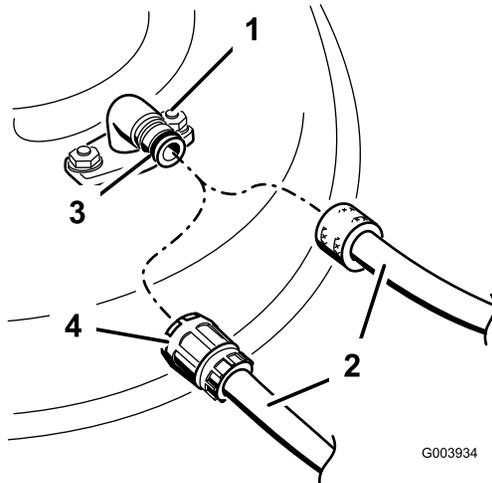

Figure 69
3. Branchez le raccord du tuyau au raccord de lavage du plateau de coupe et ouvrez l'eau en grand (Figure 69).